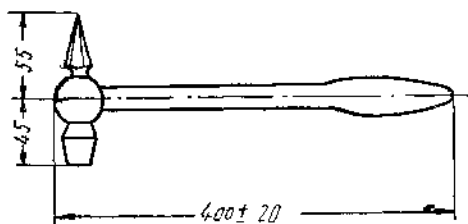

图1. 检验锤
(1) 锤头的重量为0.25公斤，全长为100毫米，从锤柄孔中心算起至锤顶的长度为45毫米，从锤柄孔中心算起至锤尖的长度为55毫米 (图1)。